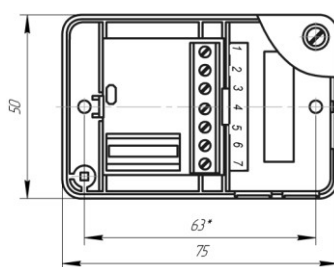

Рис.1. Габаритные и установочные размеры модуля.
6.1.2. Габаритные и установочные размеры модуля показаны на рис.1, принципиальная схема подключения - на рис.2.